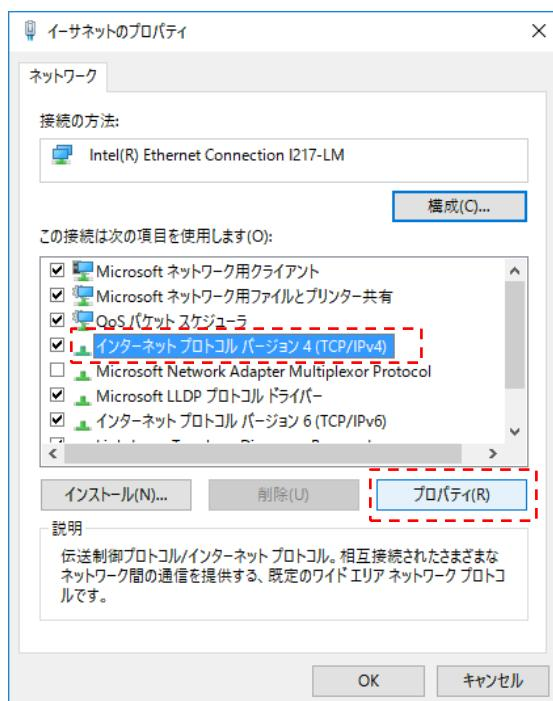

図 3-6 ローカルエリア接続のプロパティ画面
手順③：イーサネットのプロパティ画面より、「インターネットプロトコルバージョン4(TCP/IPv4)」を選択し、「プロパティ」をクリックしてください。(図 3-6)